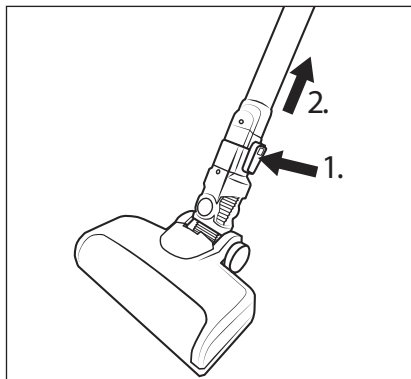

Fig. 12
- ◆ Per rimuovere la spazzola per pavimenti **22** dal tubo di aspirazione **24**, tenere premuto il tasto di sblocco della spazzola per pavimenti **23** e sfilare il tubo di aspirazione **24** dalla spazzola per pavimenti **22** (vedere fig. 12).